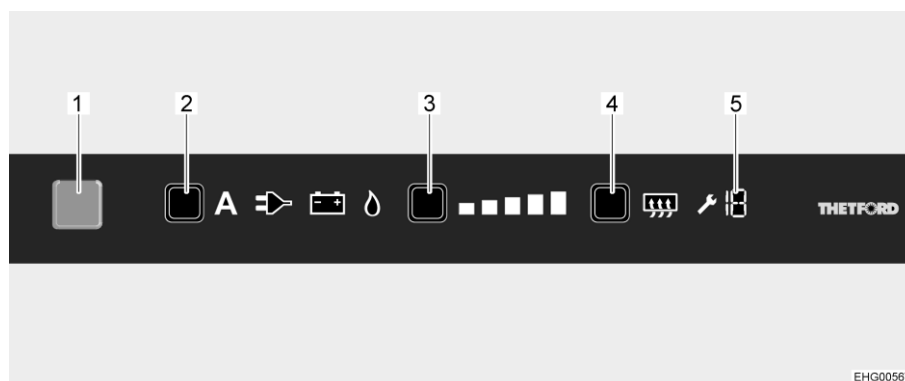

Bild 177 Reglage, knappar
När kylskåpet slås på väljs automatiskt den senast valda termostatinställningen. Denna inställning kan ändras manuellt med kylnivåknappen (Bild 177,3). De lysande staplarna på kylnivåindikatorn visar den valda termostatinställningen. Med hjälp av kylnivåknappen ställs kyltemperaturen in för alla tre energisätt. Det tar alltid några timmar innan man har en normal drifttemperatur i kylskåpet. Om en omkoppling sker till ett andra driftläge förändras termostatinställningen inte. Kyltemperaturen bibehålls oberoende av den valda energikällan.
- Tryck på På/Av-knappen (Bild 177,1) i en sekund. Knappen tänds blå. Efter ca 10 sekunder dimmas indikeringen automatiskt för att spara ström.
- Tryck på energivalknappen (Bild 177,2) flera gånger tills önskad energikälla har valts.
- Tryck på kylnivåknappen (Bild 177,3) flera gånger tills önskad kylnivå har valts. Den aktuella kylnivån indikeras av lysande staplar.
- Tryck på På/Av-knappen (Bild 177,1) i cirka 2 sekunder. Alla lampor slocknar. Kylskåpet är avstängt.